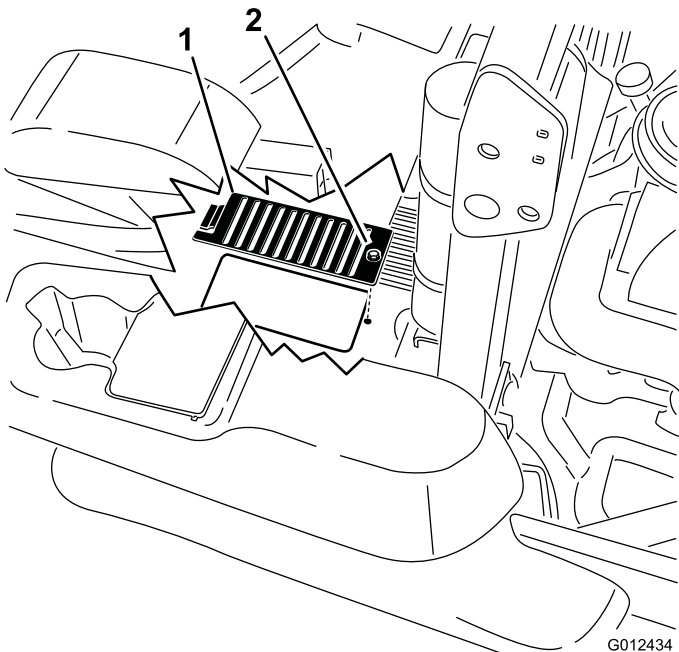

Figura 67
6. Retire la cubierta de cada varilla y el perno que está sujeto a la cubierta. Limpie alrededor de cada varilla y cada unidad hidráulica (Figura 67).